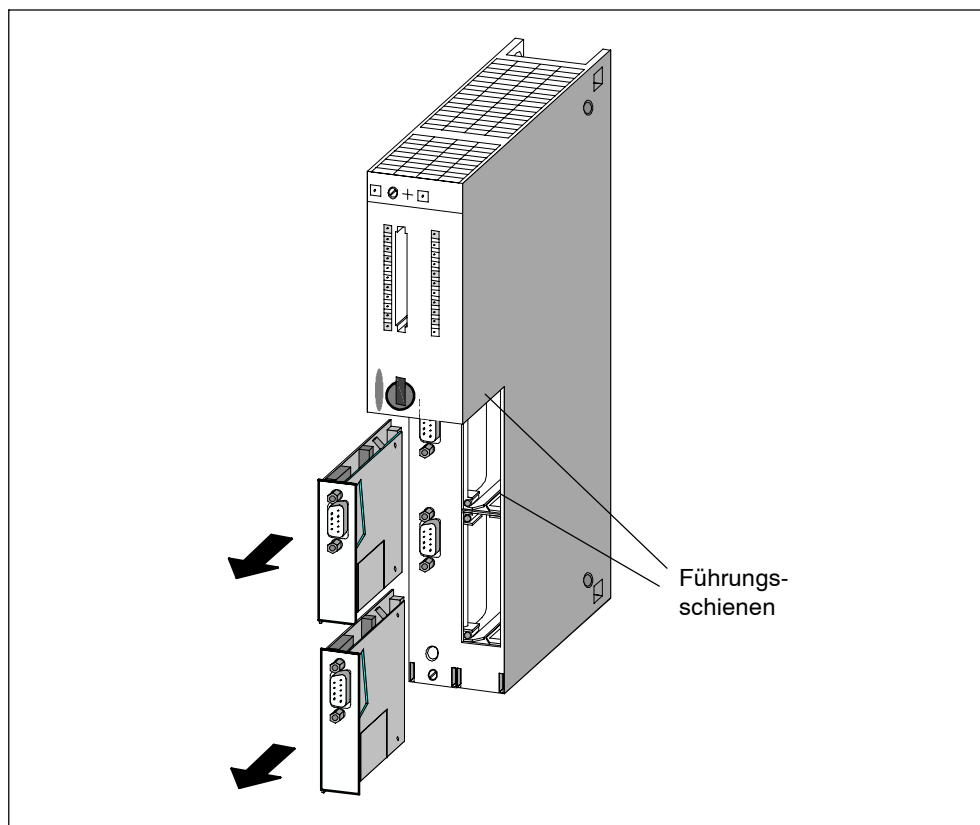

Bild 7-1 Schnittstellenmodule aus CPU ausbauen
2. Schalten Sie die Stromversorgung (PS) ab (Nicht beim Synchronisationsmodul in einem H-System)..
5. Ziehen Sie das Schnittstellenmodul vorsichtig aus der Führungsschiene des Modulschachts (siehe Bild 7-1). Halten Sie dabei das Schnittstellenmodul an den Längsseiten der Frontplatte fest.